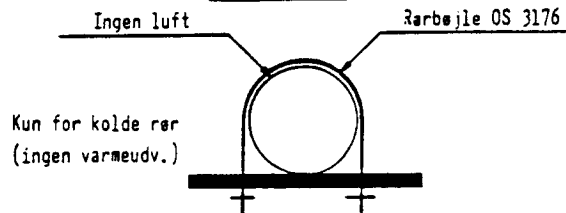

FIG. 2
3.2 Fastspænding se fig. 2, (4) og (5).